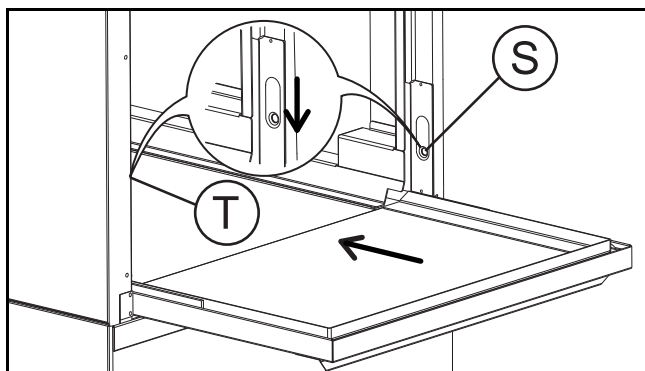

Figura 25 Vuelva a colocar la porta
- Vuelva a colocar la porta (Figura 25):